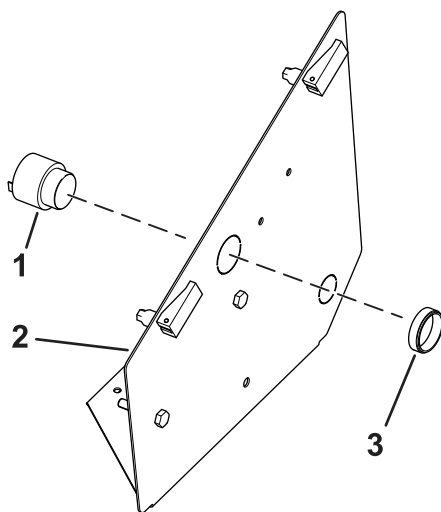

Bild 6
11. Montieren Sie den Signalgeber auf der Konsolenplatte (Bild 6).